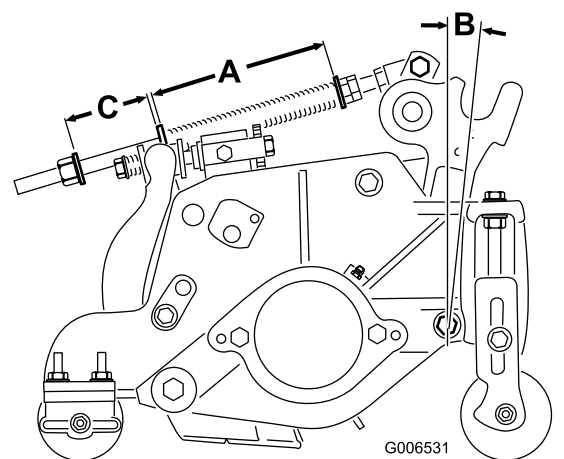

Figura 20
A mola de compensação (Figura 20) transfere peso do rolo dianteiro para o rolo traseiro. Isto ajuda a reduzir o efeito ondulado na relva, também conhecido como “bobbing”.
1. Aperte a porca de bloqueio na parte posterior da haste da mola até que a folga (C) entre a parte posterior do suporte da mola e a parte da frente da anilha seja de 51 mm (Figura 20).
2. Aperte as porcas sextavadas na extremidade dianteira da haste da mola até que o comprimento da mola em compressão (A) seja de 159 mm (Figura 20).
Nota: Ao cortar relevados ondulados, aumente o comprimento de mola comprimida (A) e a largura da folga (C) 13 mm (Figura 20).